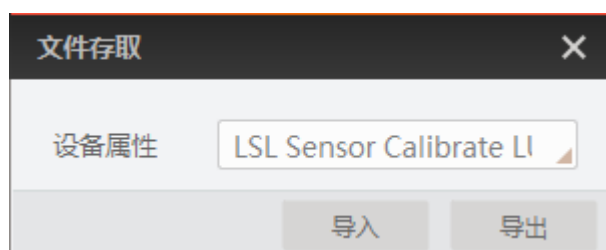

图8-7 导入或导出
2. 在弹出的文件存取对话框中，选择需要存取的设备属性，单击“导入”或“导出”即可，如图8-7所示。